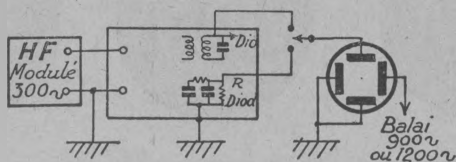

Fig. 9. — Étude de la distorsion MF.
b) La **surcharge des MF** est moins sensible à l'oreille, mais n'en est que plus dangereuse ; seul le tube cathodique la met en évidence. Il faut une hétérodyne modulée dont la modulation BF soit à peu près sinusoïdale. On relie (fig. 9) la plaque déflectrice verticale soit à l'extrémité haute de la résistance de travail de la diode (après la résistance ou la self de choc pour découpler la MF), soit à l'extrémité haute du